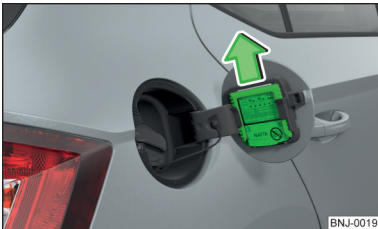

Abb. 163
- Den Eiskratzer in Pfeilrichtung herauschieben » Abb. 163.